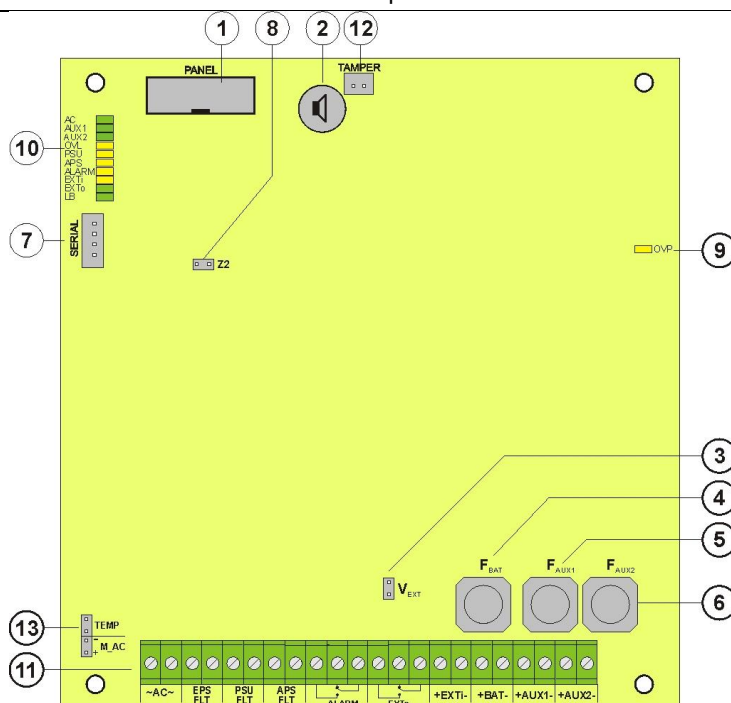
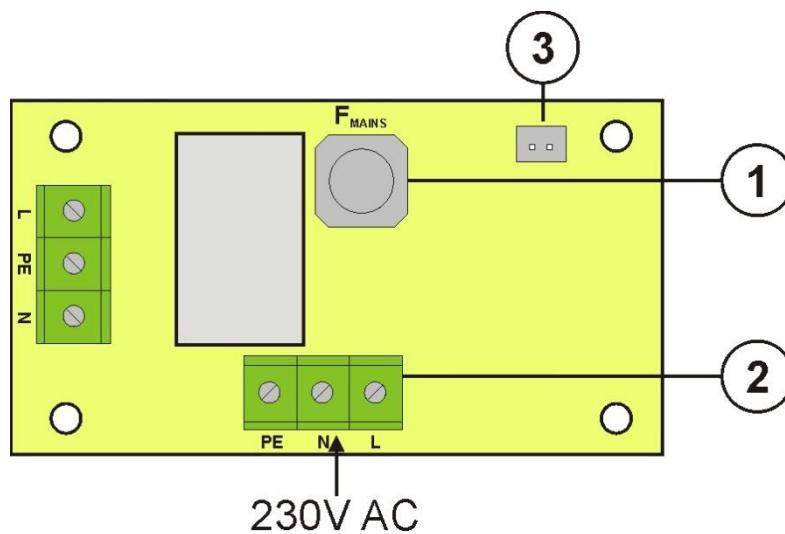

Abb. 2. Blick auf die PCB-Platte des Netzgeräts.
Abb. 3. Blick auf die EMC-Filterplatte.
Tabelle 1. Elemente der PCB-Platte des Netzgeräts (Abb. 2).
Tabelle 2. Bestandteile der PCB-Platte des EMC - Filters (Abb. 3).
①	Trennungstransformator
②	Platte des Netzgeräts (Tab. 1, Abb. 2)
③	Temperatursensor der Akkumulatoren
④	Platz zur Montage zusätzlichen Moduls: INTR, INTE, INTW
⑤	Platz zum Anschluss des Sicherungsmoduls EN54-LB4 oder EN54-LB8
⑥	TAMPER; Mikroausschalter (Kontakte) des Sabotageschutzes (NC)
⑦	EMC - Filtermodul (Tab. 2, Abb. 3)
⑧	Akkumulatoren 2x28Ah
⑨	Umformung zur Montage des Grommets
⑩	Umformung zur Montage des Grommets (WiFi-Antenne oder Kommunikationsleitung mit Interface)
⑪	Umformung zur Verlegung von Unterputzleitungen
⑫	Schloss
⑬	Akkumulatorkonnektoren; positiv: +BAT = rot, negativ: - BAT = schwarz